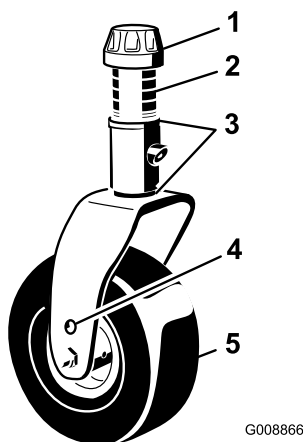

Figura 105
1. Togliete il cappuccio di tensione dall'asse del perno ed estraete il perno dal braccio della ruota orientabile (Figura 105).